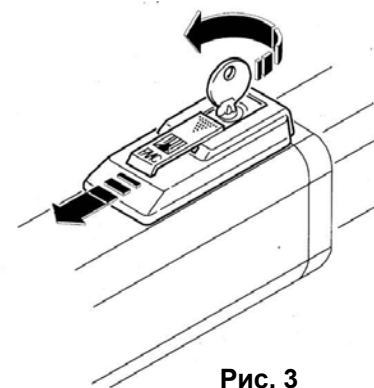

Рис. 3
2. Расположите пульте *master TX* напротив кодируемого пульта (*master* или *slave*), как показано на рис. 3.